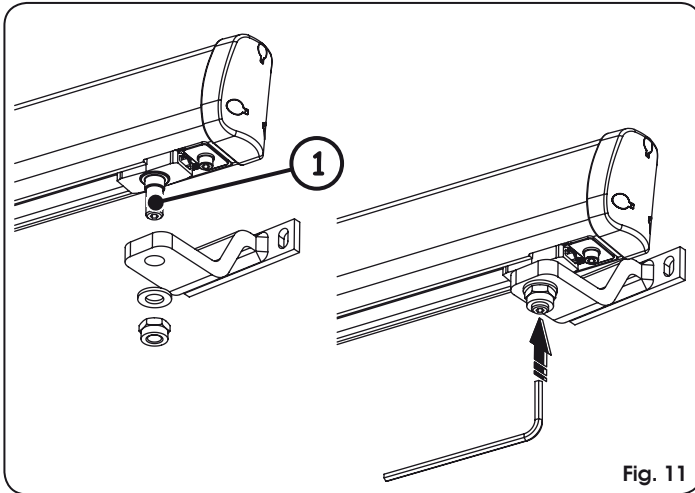

Fig. 11
4. Ensamble la brida anterior como se indica en la Fig. 11. En la parte inferior del empalme se encuentra un alojamiento hexagonal CH=5 (Fig. 11 ref. ①) para facilitar las operaciones de montaje.